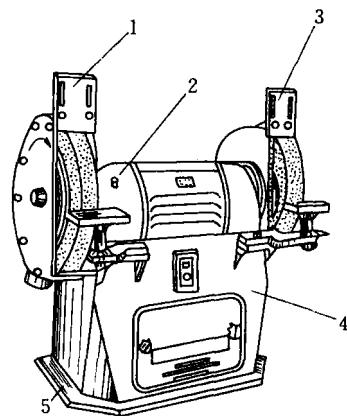

图 1-3 砂轮机
(3) 砂轮机 砂轮机主要用来磨削钳工用的各种刀具或工具。它由电动机、砂轮机座、机架和防护罩等组成，见图 1-3。